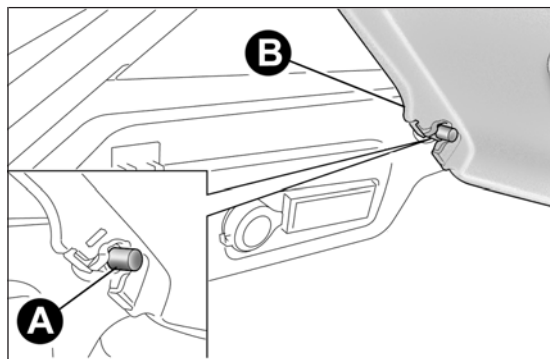

fig. 74
- ☐ libera i perni A fig. 74 posti all'esterno del ripiano, quindi rimuovi la cappelliera B sfilandola verso l'esterno.